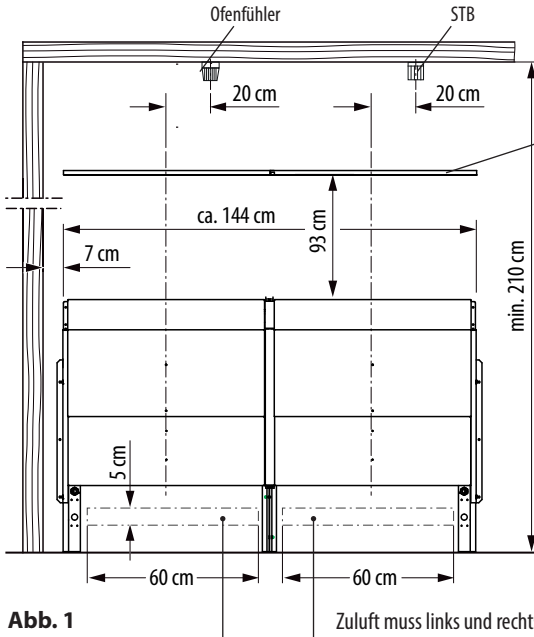

Abb. 1
Mindestmaß der Be- und Entlüftung	2x 60 x 5 cm (Abb. 1)
Die Mindesthöhe der Saunakabine muss innen 2,10 m betragen (Abb. 1).
Der Abstand zwischen vorgesetzter Holzwand bzw. Liegebank und anderen brennbaren Materialien zum Ofen muss gemäß Abb. 1 + 2 eingehalten werden.
Das mitgelieferte Schutzgitter ist über dem Ofen an der Oberkante der Trennwand zur Saunarückwand zu montieren (Abb. 1+2).
Zusätzlich muss ein Sicherheitstemperaturbegrenzer (STB) wie in der Abb. 1+2 montiert werden.
Positionieren Sie nun den kompletten Saunaofen passend zu den Zuluftöffnungen (Abb. 1) an der vorgesehenen Montagewand. Sichern Sie den Ofen nun mit den mitgelieferten Spanplattenschrauben (4) an den beiden Seitenteilen links und rechts, sowie an dem Sicherungswinkel oben in der Mitte.
Wenn der Saunaofen an der Montagewand befestigt ist und die Aufgussrinnen montiert sind, können Sie die Schachtwand zur Innenseite der Kabine montieren. Achten Sie hier unbedingt auf die Mindestabstände gemäß Abb. 1+2.
Achten Sie auf die korrekte Installation des Schutzgitters über dem Saunaofen, gemäß Abb.1+2. Beachten Sie die Sicherheitsabstände. **Brandgefahr!**